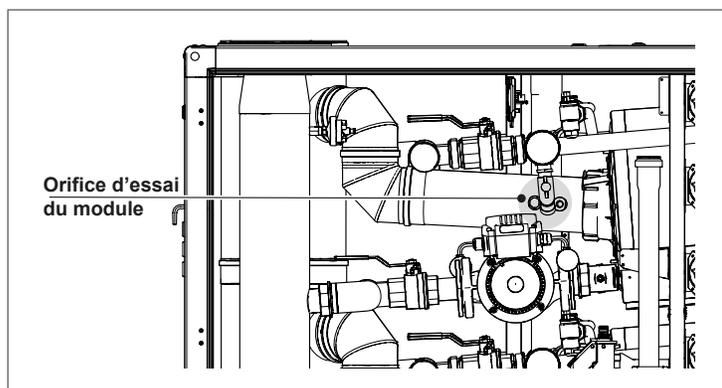

Fig. 15 Orifice d'essai pour l'analyse de la combustion (ouvert sur chaque échangeur thermique)
- Insérez une sonde d'analyseur de la combustion dans l'orifice d'essai illustrée dans la Fig. 15;